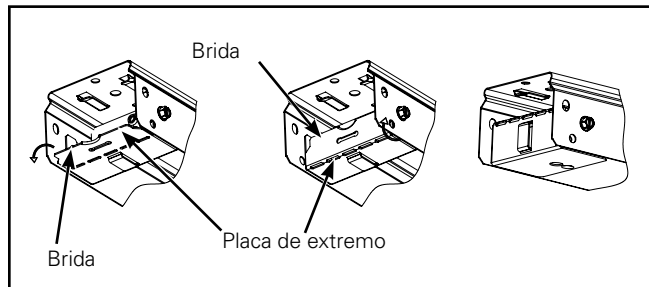

Figura 17.
2. Gire la placa de extremo superior, doble la brida como se muestra en la figura y vuelva a girar a su posición original en el conjunto del canal. (Figura 17.)